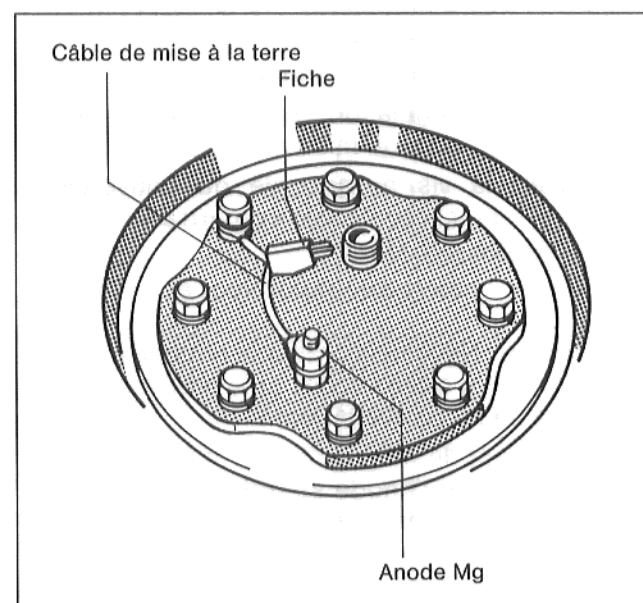

Fig. 9
- Relier la fiche du câble de mise à la terre au câble de l'appareil de régulation (fig. 9).